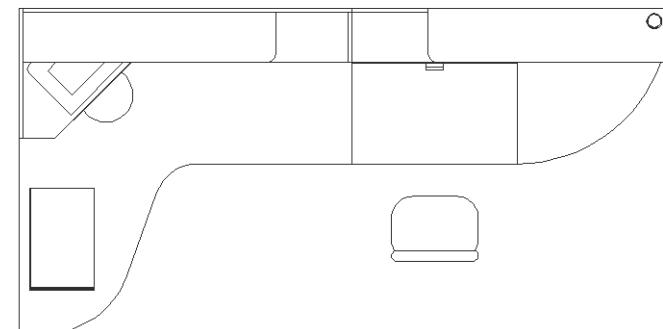

Рис. 12.12 ▼ Завершенный контур кресла
16. Запустите инструмент **Обрезать** (Trim) и, используя контур малого прямоугольника в качестве секущей, обрежьте те части контура большого прямоугольника, которые находятся внутри контура малого прямоугольника. Результат должен быть таким, как показано на рис. 12.12. На этом изменения чертежа Work121.dwg закончены и мы вернемся к чертежу ChRoom122.dwg.